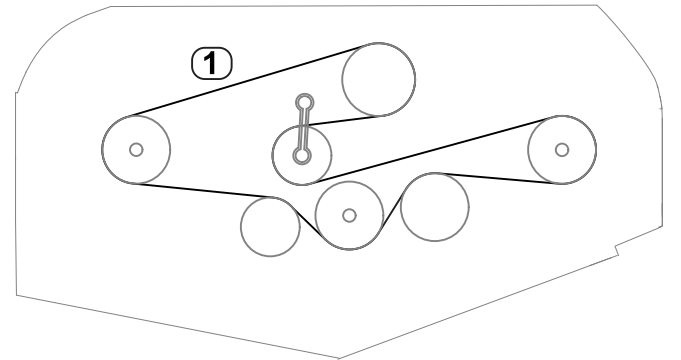

图 29
5. 如 图 29 所示使用扭矩扳手或类似工具固定怠轮皮带轮将新皮带绕到锭轴皮带轮和怠轮皮带轮总成上。